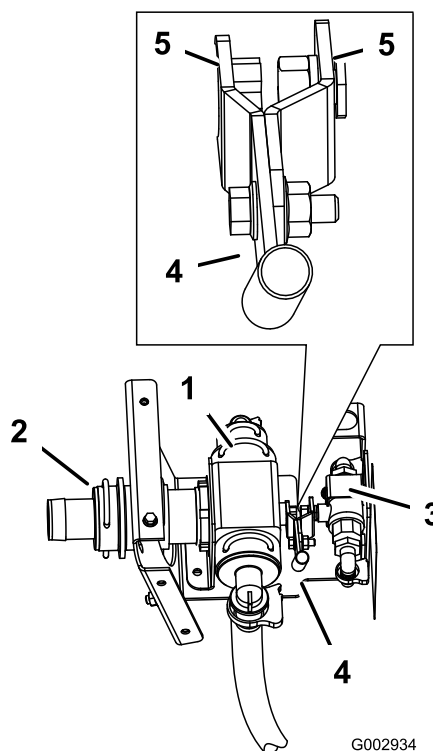

Figura 35
2. Conecte el extremo del conjunto de la palanca, que forma parte del conjunto de válvula de bola pequeña, al conjunto de la válvula de control (Figura 35).